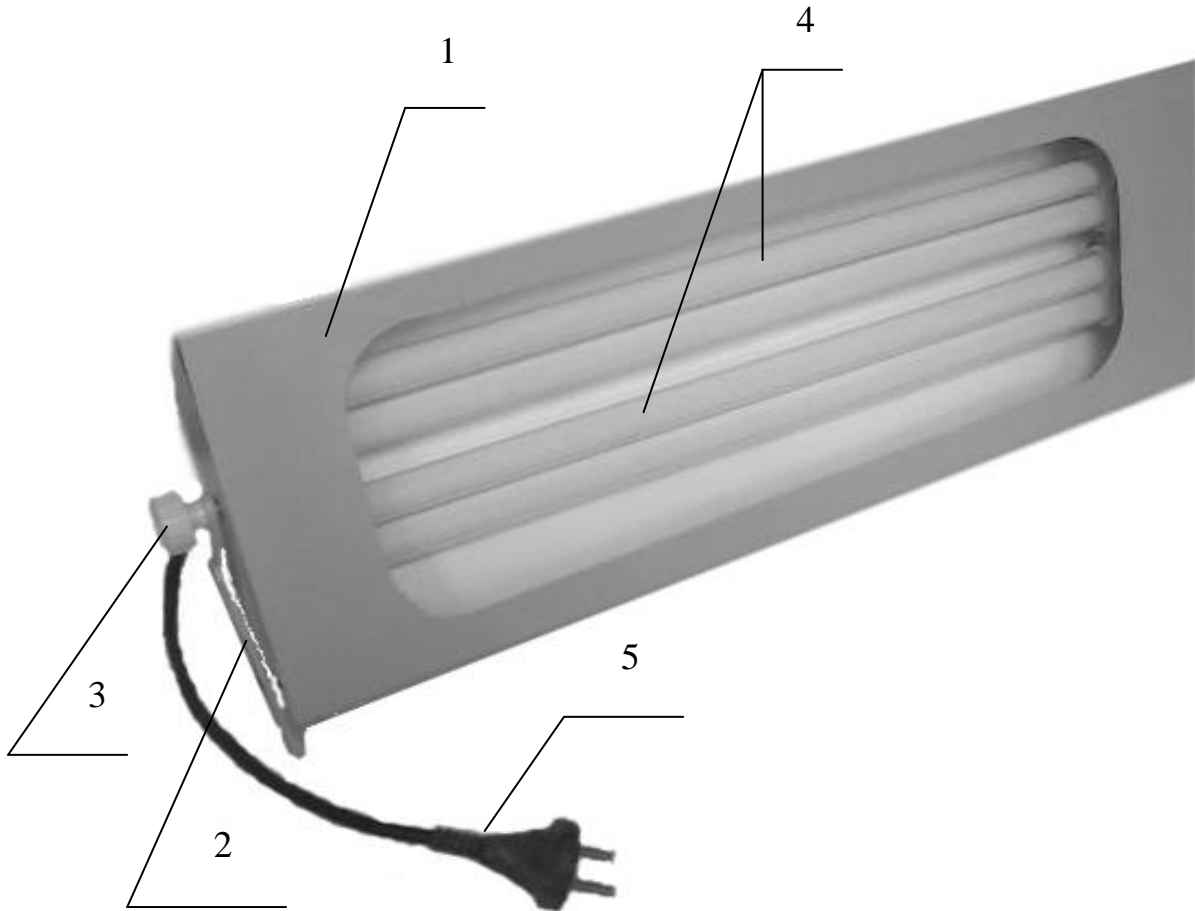

Рисунок 1 - Внешний вид облучателя ОУФК-05
7.2 Перед началом работы лампы облучателя рекомендуется осторожно, чтобы не повредить колбы ламп (4), протереть салфеткой, смоченной спиртом (см. рис. 1). Во избежание затекания спирта в электрическую схему, салфетка должна быть отжата.
7.3.4 Включите шнур питания (5) облучателя в сеть 220В 50Гц (см. рис. 1). В течение 1 мин. должно произойти загорание лампы.